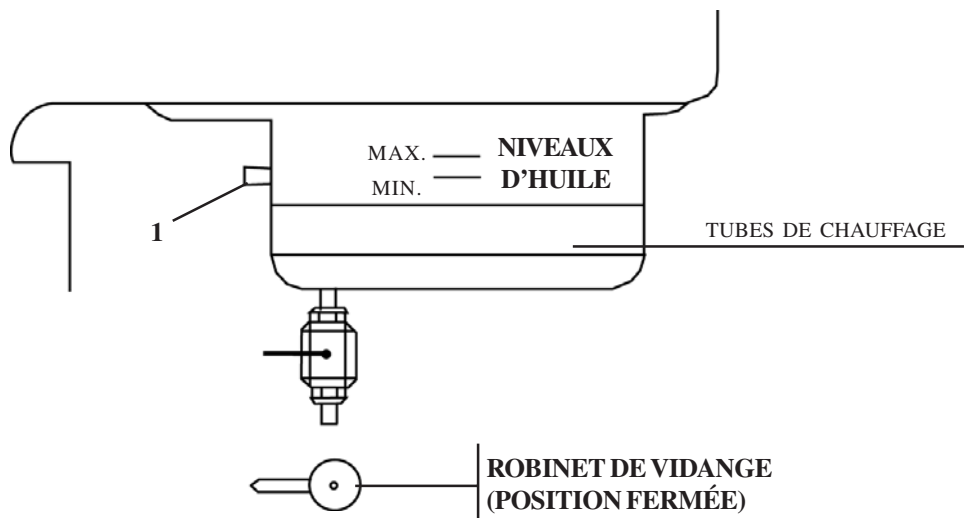

Fig. 8
- Retirez le réservoir de la douille (Fig. 8 rep. 1)
REPLISSAGE DU BAC (fig. 8)